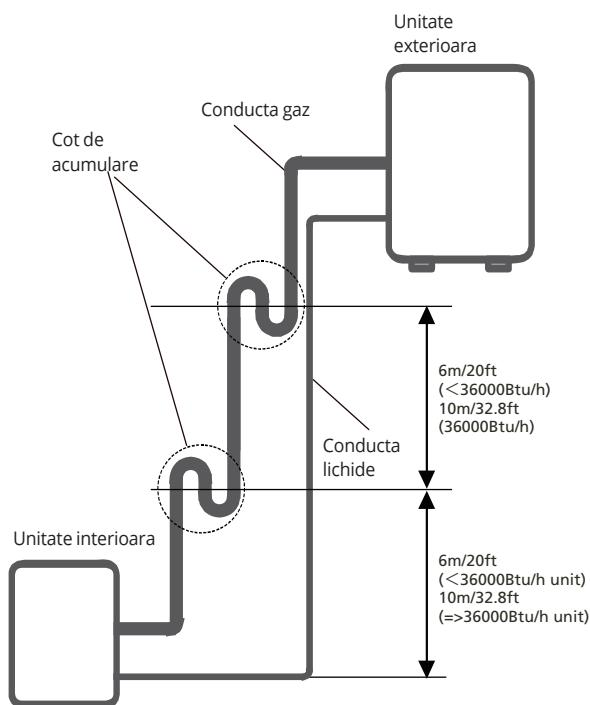

Fig. 6.2
Instalati conducta respectand instructiunile din fig. 6.2
- Se recomanda ca aspiratoarele sa nu fie montate invers. Nivelul optim de return al uleiului trebuie mentinut cu ajutorul vitezei de aspirare a gazului. Daca vitezele scad sub 7.62m/s (1500 picioare/m), returnul va scadea. Instalati coturile la fiecare 6m(20ft) sau 10m(32.8ft). (Vezi Fig 6.2)